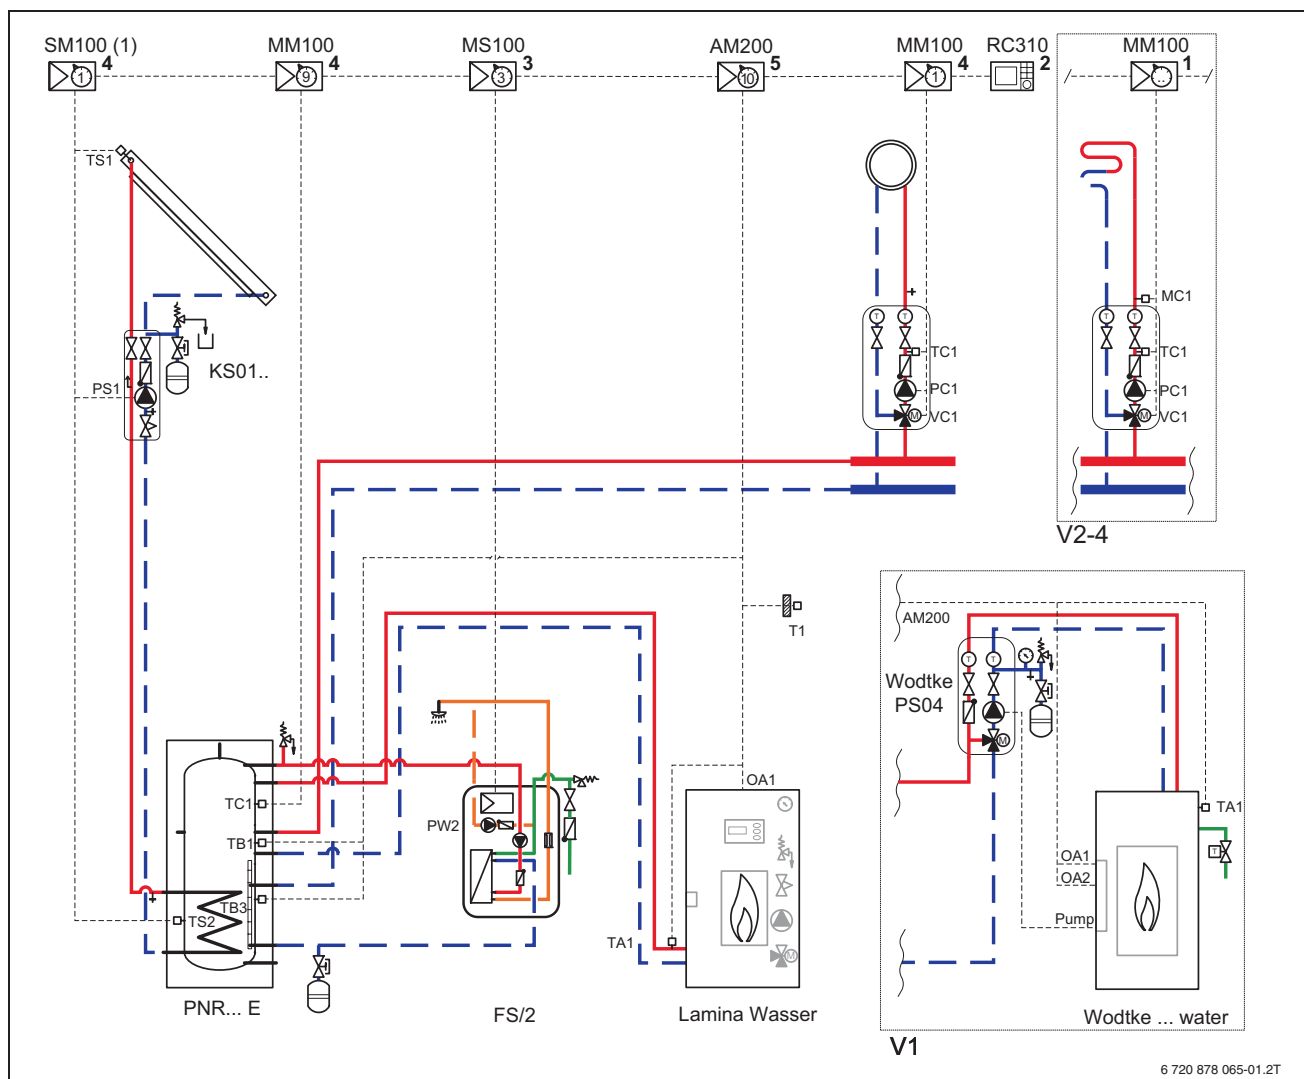

Bild 3 Anlagenbeispiel 3: Pelletofen, Pufferspeicher mit Solar-Wärmetauscher, Solarkreis, Frischwasserstation, 1 Heizkreis (erweiterbar)
## Legende zu den Anlagenbeispielen Bild 1, Bild 2 und Bild 3:
- PNR... E mit Solar-Wärmetauscher (→ Bild 3)
- **Frishwasserstation:** FS/2 (→ Bild 3) mit integriertem Regelmodul MS100 (Kodierschalter Stellung 3)
- Vorlauftemperaturregelung auf der Verbraucherseite über das Funktionsmodul AM200 mit Premix Control VB1 (→ Bild 2, 3) und/oder über einen separaten Heizkreismischer VC1 (→ Bild 3)
Beispiel (→ Bild 3): Die maximale Vorlauftemperatur für den Heizkreis ist kleiner als die maximale Vorlauftemperatur des Pelletofens, da der Anschlussstutzen im mittleren Bereich des Pufferspeichers liegt.
- Frischwasserstation Logalux FS/2 für eine besonders hygienische Warmwasserbereitung im Durchlaufprinzip mit Hocheffizienzpumpe für eine hohe Zapfleistung (→ Bild 3).
- Funktionsmodul MS100 (Adresse 3) zur Regelung der Frischwasserstation (→ Bild 3)